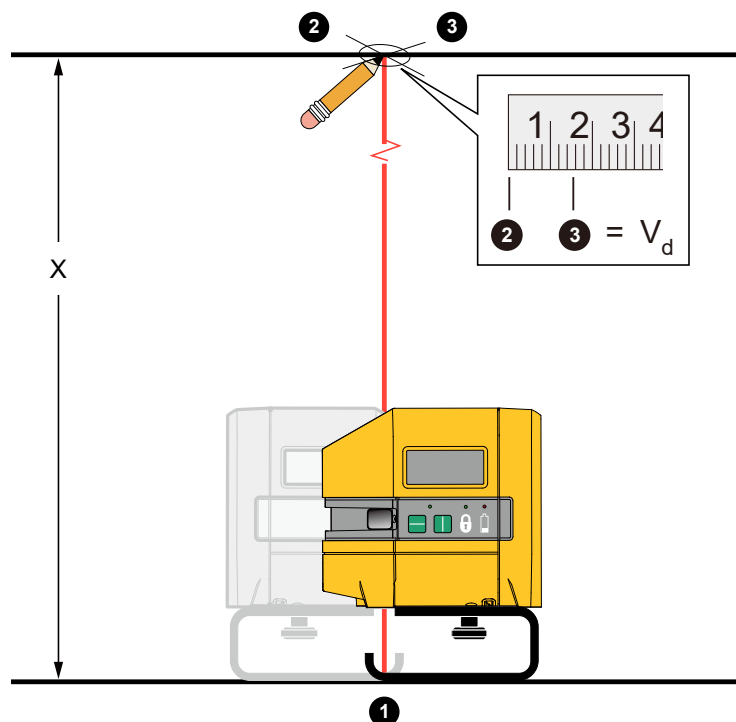

Figur 8. Vertikal lasers nøjagtighed
3. Placer en krydsmarkering (markering 1) på gulvet centreret på markeringen i døråbningen. Se Figur 8.